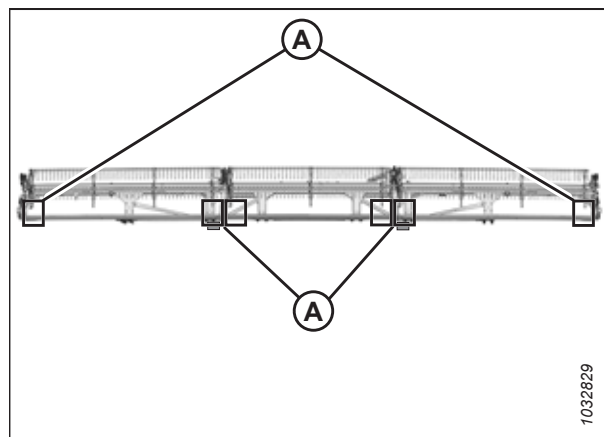

Figura 4.281: Ubicaciones de medición FlexDraper®: molinete triple
- Plataformas de molinete triple: Figura 4.281, página 655